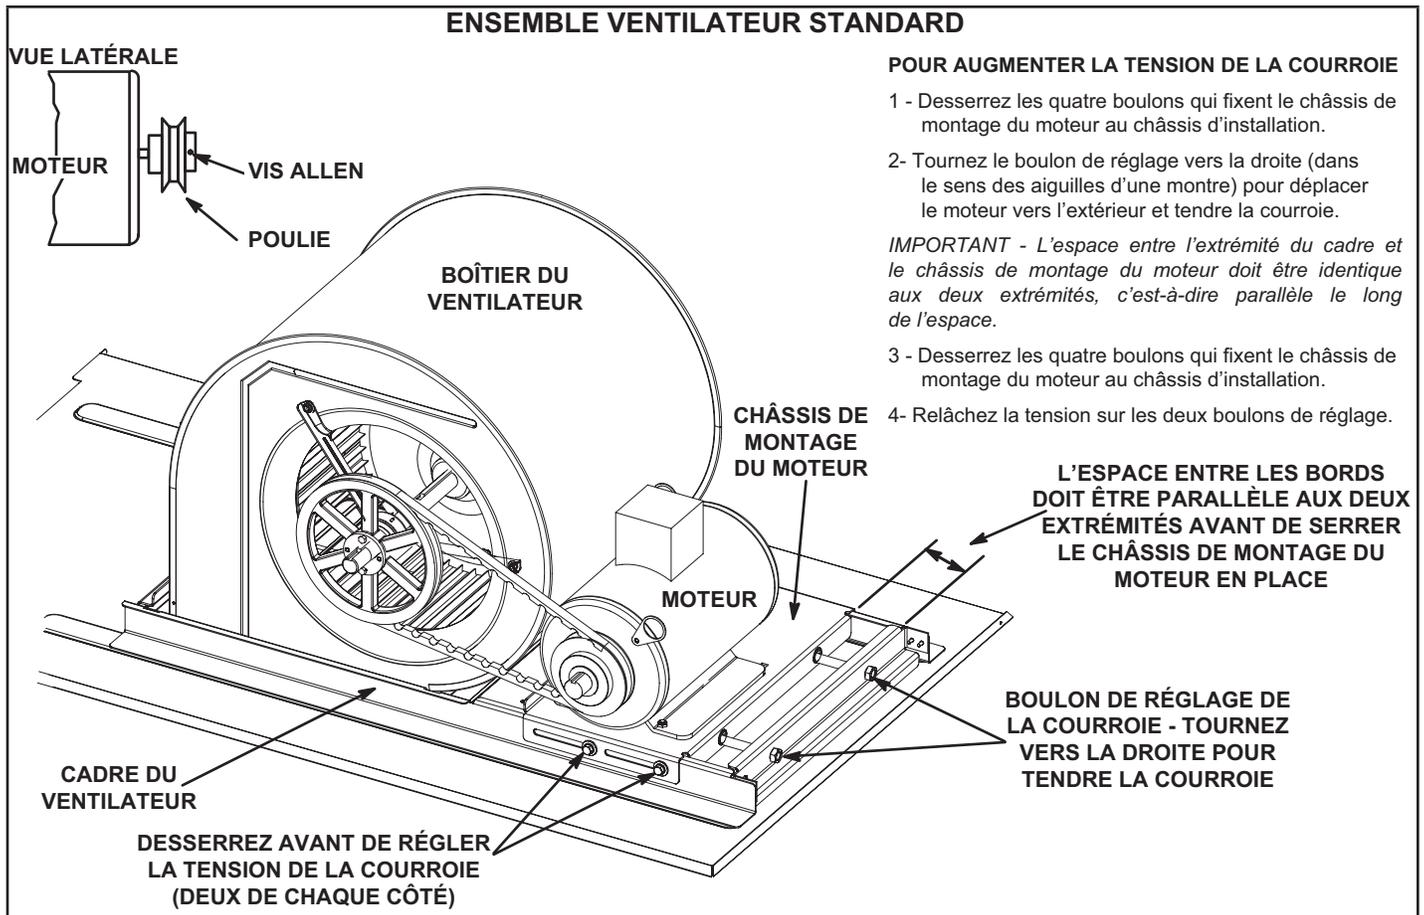

FIGURE 7
- 5 - La vitesse du ventilateur peut être réglée au niveau de la poulie du moteur. Desserrez la vis Allen et tournez la poulie réglable dans le sens des aiguilles d'une montre pour augmenter le débit. Tournez dans le sens inverse des aiguilles d'une montre pour diminuer le débit. Reportez-vous à la FIGURE 7. Ne dépassez pas les nombres minimum et maximum de tours de poulie indiqués au TABLEAU 2.
- 1 - Desserrez les quatre boulons qui fixent la base du moteur au châssis d'installation. Reportez-vous à la FIGURE 7.